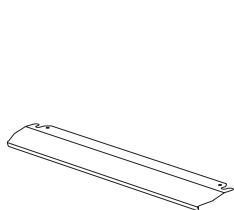

Figura 27
1. Um painel de segurança é projetado para proteger o painel de controle e os botões quando o forno estiver no modo de grelhador. (Figura 27)